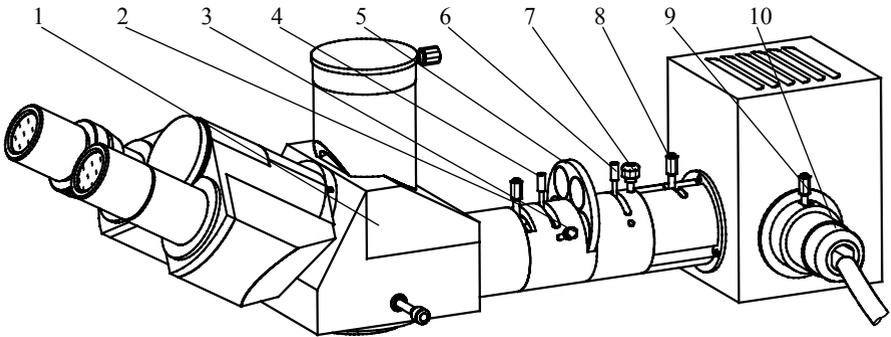
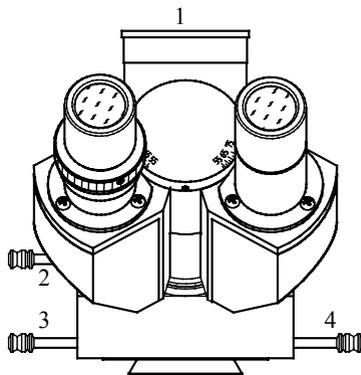

图 7
图 9
5. 落射照明部分,见图 7
- 7) 检偏振片推杆连接整个检偏振座。推动绿色的推杆(图9),仪器处于偏光观察工作状态。转动起偏振器时(图7),通过目镜观察明暗变化,可达到正交状态。